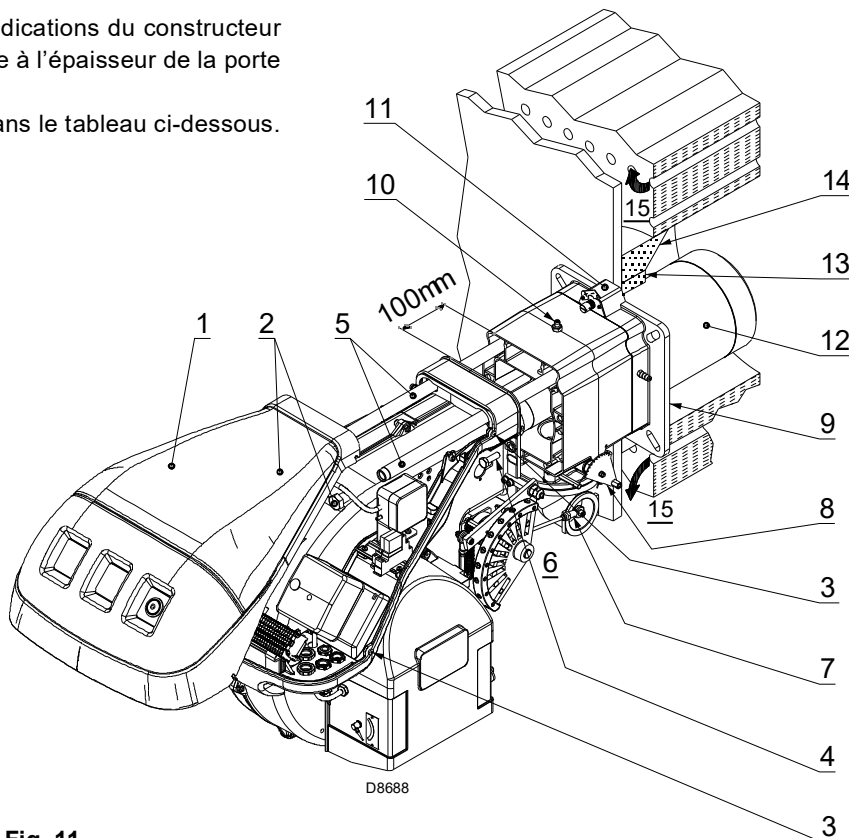

Fig. 11
La protection doit permettre l'extraction de la buse. Voir Fig. 11.
Séparer ensuite la tête de combustion du reste du brûleur, Fig. 11.
Une fois cette opération effectuée, fixer la bride 11)(Fig. 11) à la plaque de la chaudière en interposant l'écran isolant 9)(Fig. 11) fourni avec l'équipement.
- remonter le brûleur sur les glissières 3) à 100 mm environ du manchon 4) - brûleur dans la position illustrée dans la Fig. 11;